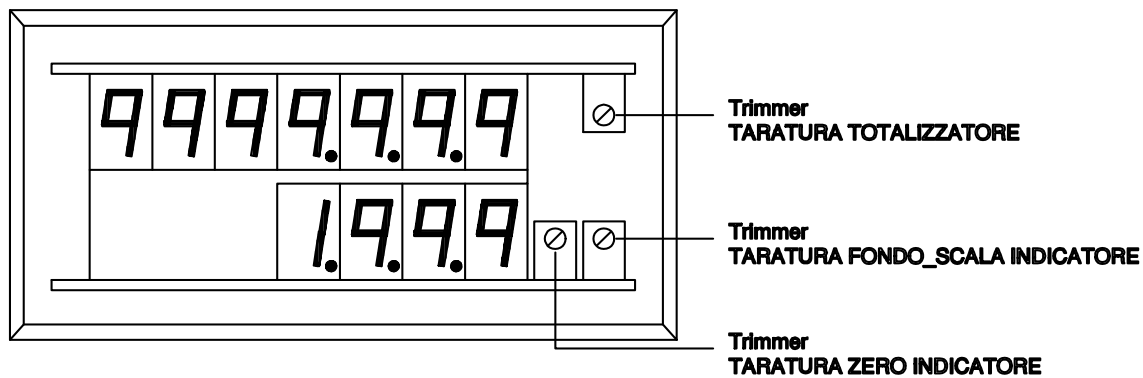

Fig. 2
- togliere il pannello frontale in plexiglass rosso facendo leva con un piccolo cacciavite, regolare il TRIMMER DI REGOLAZIONE (vedi fig. 2 - pag. 4) fino a leggere sul tester la tensione data dalla formula seguente:
- regolare il TRIMMER DI REGOLAZIONE (vedi fig. 2 - pag. 4) fino a leggere sul frequenzimetro la frequenza data dalla formula seguente:
- predisporre il calibratore per generare un segnale pari all'inizio-scala del Vostro segnale e ritoccare il TRIMMER DI ZERO dell'indicatore (vedi fig. 2 - pag. 4) per ottenere l'indicazione zero sull'indicatore.